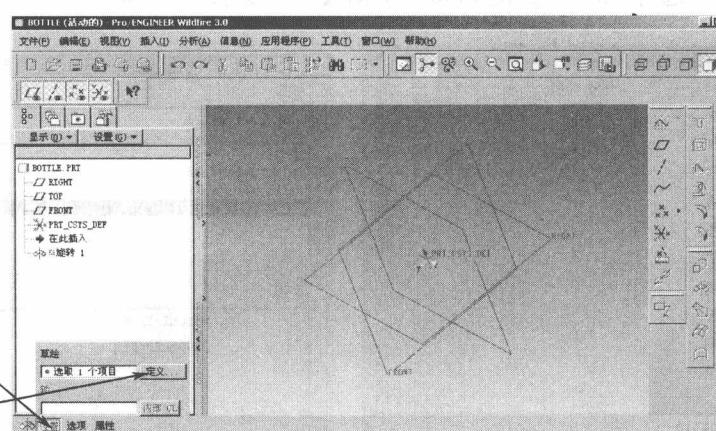

图 1-8 旋转操控板
(1) 单击菜单【插入】(insert) | 【旋转】(revolve) 后窗口底部出现操控板，见图 1-8。